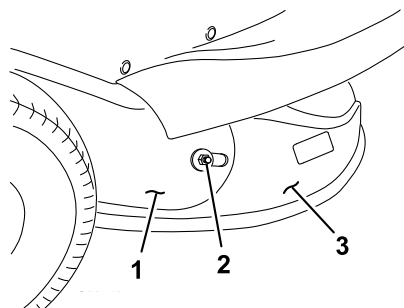

Figura 19
7. Togliete il dado e la rondella esterna che fissano la guida di scarico al tubo di scarico (Figura 19).
13. Montate il dado e la rondella esterna che fissano la guida di scarico al tubo di scarico (Figura 19).